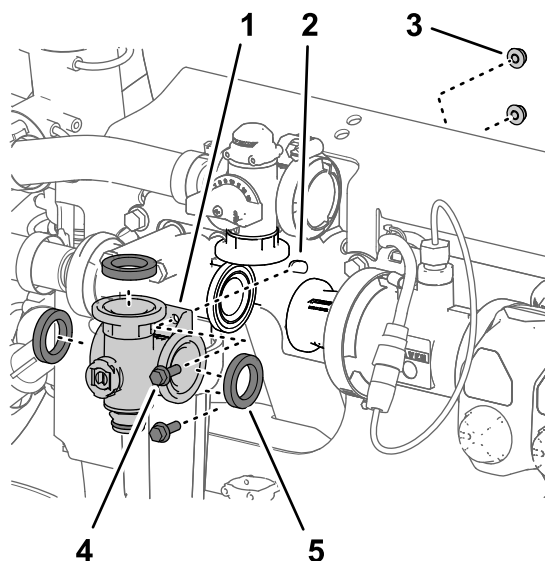

Рисунок 109
3. Выверните 2 болта с фланцем ($\frac{1}{4} \times \frac{3}{4}$ дюйма) и 2 фланцевые контргайки ($\frac{1}{4}$ дюйма), с помощью которых коллектор клапана перемешивания подсоединен к опоре клапана (Рисунок 109).
4. Снимите коллектор клапана перемешивания и прокладки с машины (Рисунок 109).